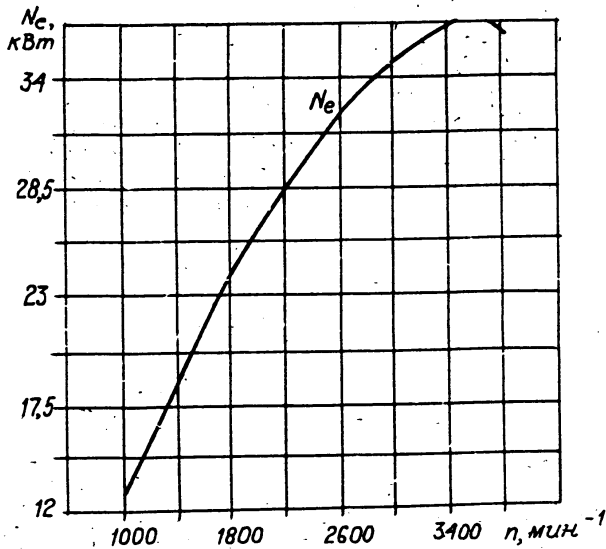

Рисунок 3.1. Скоростная (внешняя) характеристика автомобильного двигателя
3.2. Как изменится динамический фактор автомобиля при увеличении скорости с 50 до 90 км/ч на прямой передаче? При решении использовать скоростную характеристику двигателя (рисунок 3.1.). Сила